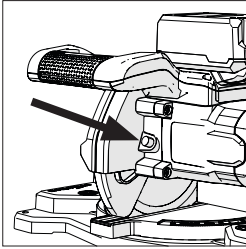
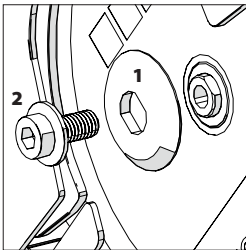

Fig. 24
Fig. 25
Spingere e continuare a esercitare pressione sul pulsante di blocco del mandrino mentre si gira la vite del mandrino stesso con la chiave esagonale in dotazione finché il pulsante non si inserisca del tutto nell'albero motore, bloccandolo (Fig. 24). Continuare a rimuovere la vite del mandrino e la flangia esterna della lama (Fig. 25). Rilasciare il pulsante di blocco mandrino.
Installare la flangia esterna (1) (lato piatto sull'utensile) e la vite del mandrino (2) (Fig. 25).
Spingere e continuare a esercitare pressione sul pulsante di blocco del mandrino mentre si stringe la vite del mandrino stesso con la chiave esagonale in dotazione finché il pulsante non si inserisca del tutto nell'albero motore, bloccandolo (Fig. 24).